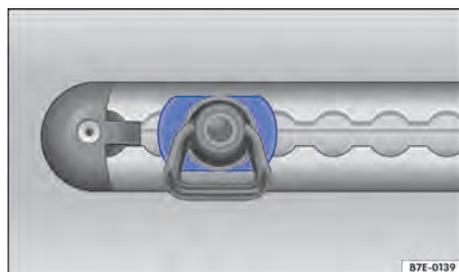

Fig. 123 Representação esquemática: trilho para amarração com olhais de amarração.
- Atentar para que o olhal de amarração esteja travado com segurança. Os lados dos olhais de amarração devem se encontrar na posição horizontal → Fig. 123.